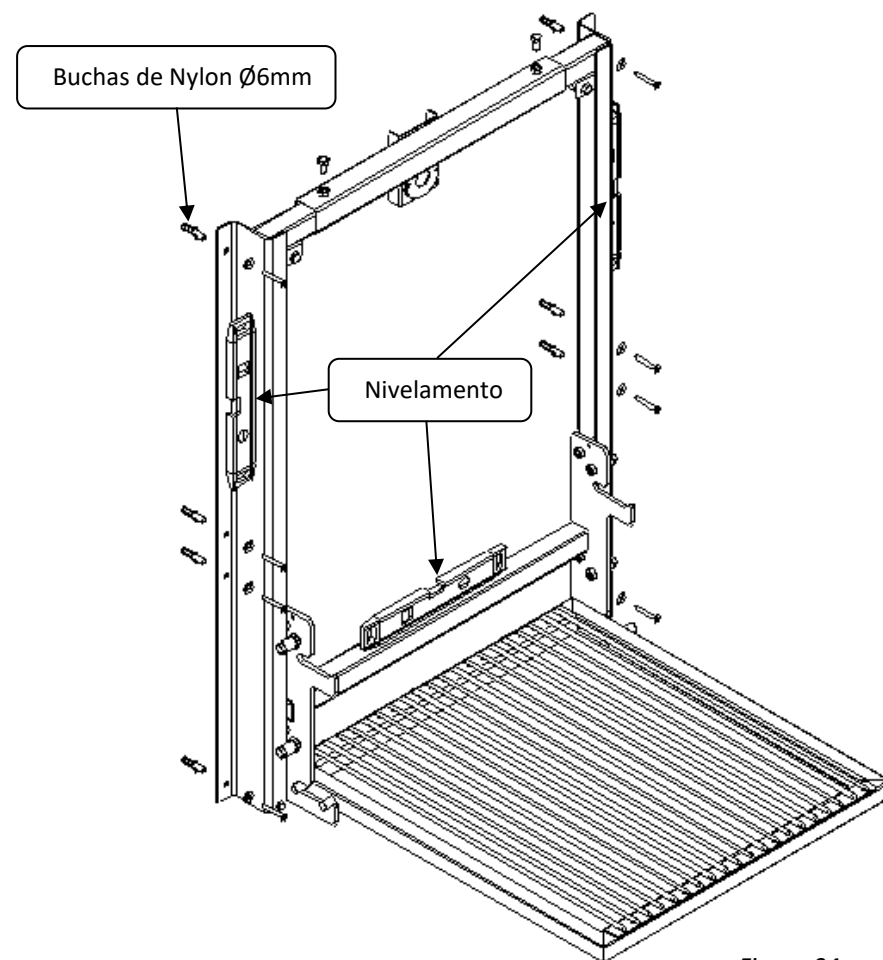

Figura 04
- b) Se for somente a Grelha Elevatória Elevgrill, após pré-montagem da estrutura, apoiar a mesma sobre o muro traseiro. Com auxílio de um nível tipo régua, nivelar a Equipamento e marcar o centro dos furos na alvenaria. Remova a estrutura traseira novamente, faça os furos no muro dos fundos com uma broca de Wídea (Concreto) Ø6mm. Coloque as buchas de nylon que acompanham o produto, posicione o Equipamento novamente, nivelando-a novamente e fixe-a com os parafusos e arruelas, conforme figura 04 abaixo: